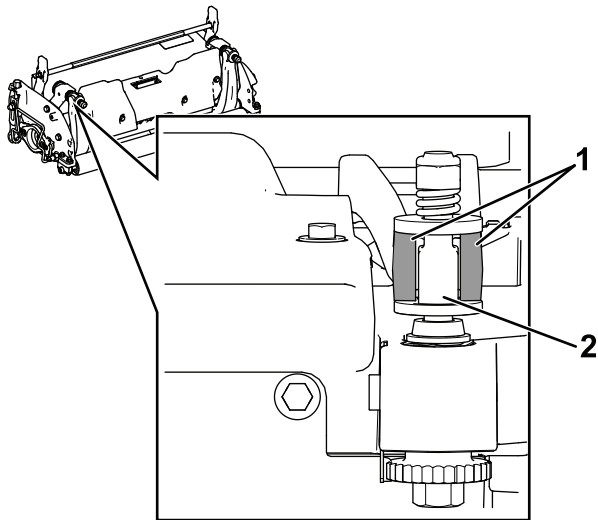

Figura 16
1. Instalezi bara de cadru, poziționând urechile de montare între aibe și urubul de reglare pentru bara de cadru (Figura 16).
Important: Centrați uruburile de reglare DPA în urechile barei de cadru, așa cum se arată în Figura 16.